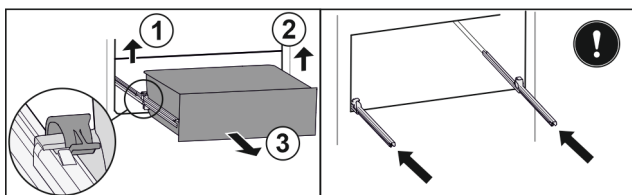

Fig. 132
- Приподнимите левый зажим и одновременно вытяните движением вперед выдвижной ящик слева. Fig. 132 (1)
- Приподнимите правый зажим и одновременно вытяните движением вперед выдвижной ящик справа. Fig. 132 (2)
- Извлеките выдвижной ящик движением вперед. Fig. 132 (3)